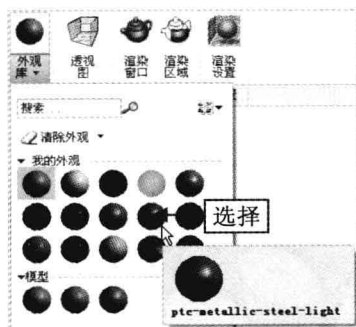

图 17-62 选择相应的材质球
Step 15 在“功能区”选项板中切换至“渲染”选项卡，单击“外观”面板中“外观库”下拉按钮，弹出下滑面板，在“我的外观”选项区中选择“ptc-metallic-steel-light”材质球，如图 17-62 所示。